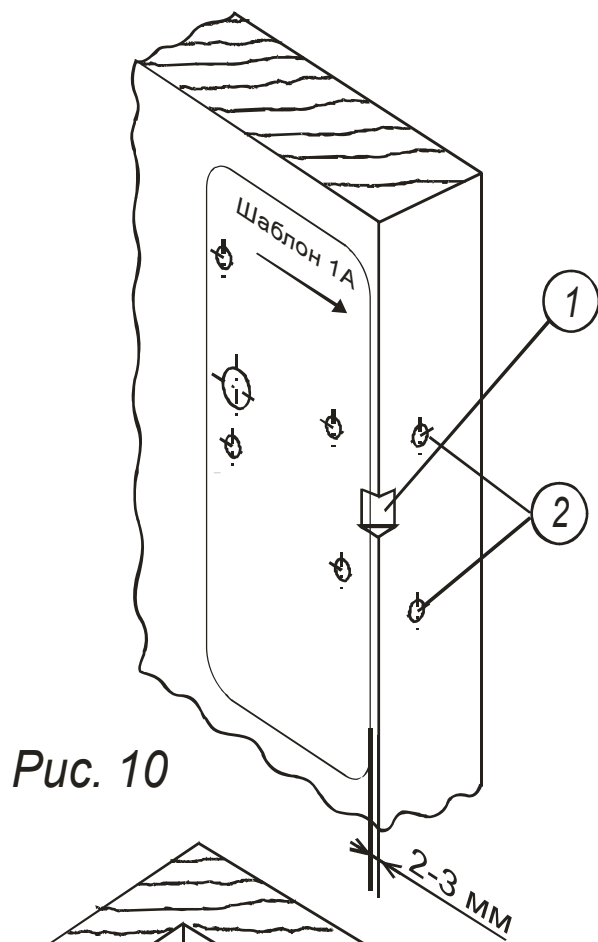
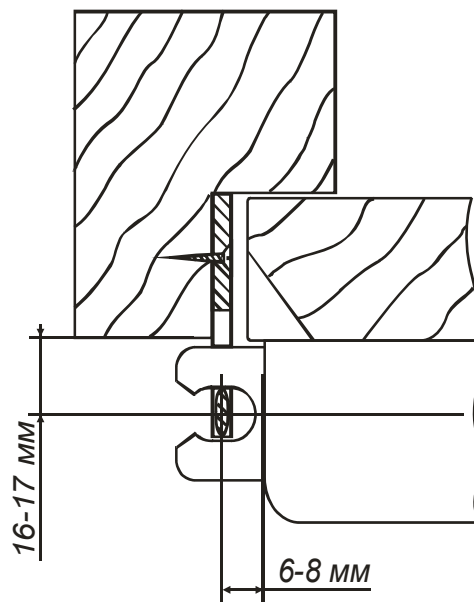

Рис. 10
Рис. 12
6.1.2. Приложите шаблон А с внутренней стороны двери так, чтобы стрелка на шаблоне указывала на край двери и шаблон находился на расстоянии 2...3 мм от края двери (рис. 10). Выполните разметку отверстий по шаблону.
6.1.3. В районе заштрихованного сектора снимите фаску (рис. 10, позиция 1), для хода ригеля (рис. 12).
6.1.5. В торце двери на уровне выполненных отверстий 2, 3 высверлите два отверстия диаметром 10 мм на глубину 30 - 40 мм (рис. 10, позиция 2 и рис. 16, позиция 1).
6.1.8. Установите широкую запорную планку (рис. 1, позиция 4) в соответствии с рис. 11, рис. 12.
6.1.9. Проверьте взаимодействие ригеля замка и запорной планки (рис. 12).